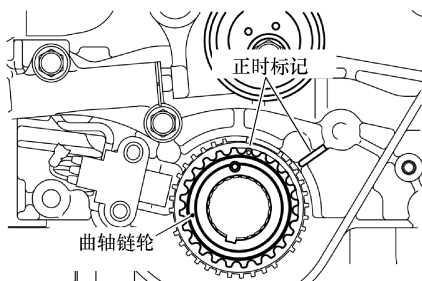

图 4-2 将曲轴正时标记移动三个齿
① 将曲轴链轮正时标记移三个齿, 使活塞稍稍降低到第一缸压缩行程上止点(TDC)以下, 如图 4-2 所示。